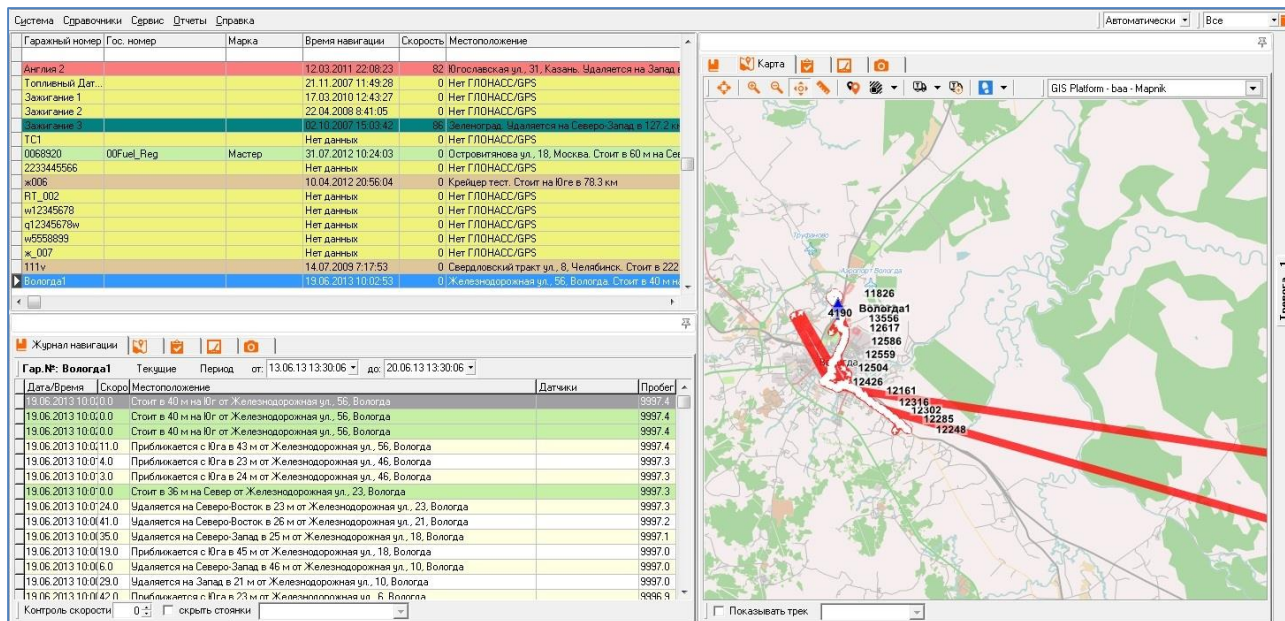

Рисунок 99 – Пример отображения фрагмента маршрута ТС
- 2) Нажать кнопку [ОК]. Программа отобразит на ЭКМ заданный маршрут. Рисунок 99 иллюстрирует пример отображения на основной карте фрагмента маршрута ТС с предоставлением следующей дополнительной информации:
- 1 в левом информационном окне (см. Рисунок 99) с активированной вкладкой «История» выделить требуемый набор записей с телематическими данными по ТС и вызвать контекстное меню (см. Рисунок 101). Выделение набора записей выполняется нажатием кнопки [Shift] и дальнейшим выделением левой кнопкой мыши нужных записей.